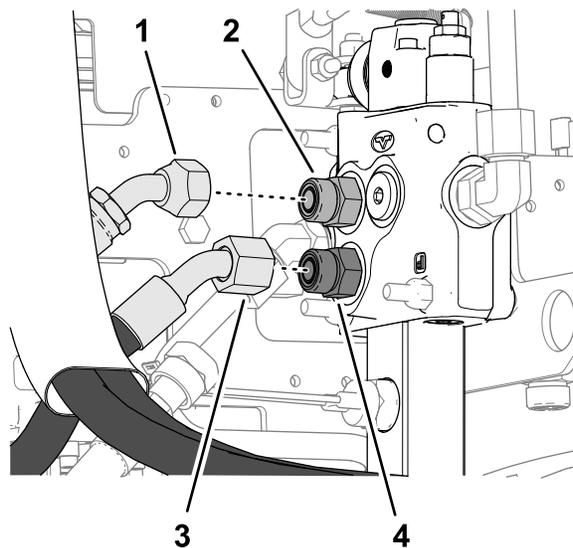

Figura 24
1. Montate il flessibile del caricatore superiore contrassegnato con la scritta "Foro B" sul raccordo della valvola ausiliaria superiore (Figura 24).